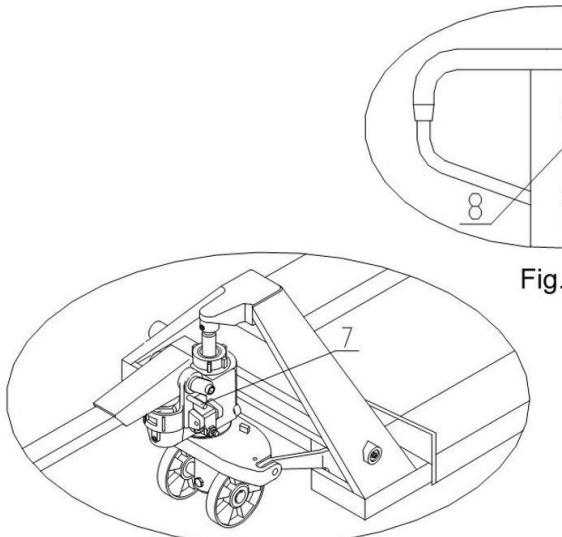

Fig. 4
2.1.7 Försök att gunga handgreppet och använda olika positioner av styrhandtagsknapp (8) för att bedöma de lyftande, fria och sänkande positionerna och kontrollera huruvida de är normala eller ej. Se fig 4.
5.2 Se fig 4. När handtrucken med våg används för att väga eller bär någon last, ska handtagsvredet (8) placeras på sänkningsläge för att släppa ner truckens gafflar till en särskild position. Insätt därefter gafflarna i pallen och placera handtagsvredet (8) på lyftläge för att kunna gunga handgreppet för att lyfta truckgafflarna.